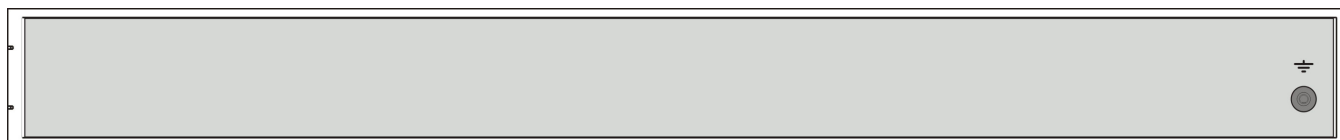

Рисунок 5 – Внешний вид задней панели TAU-36.IP.
3.2.3 После установки устройства необходимо заземлить его корпус. Это необходимо выполнить прежде, чем к устройству будет подключена питающая сеть. Заземление необходимо выполнять изолированным многожильным проводом. Правила устройства заземления и сечение заземляющего провода должны соответствовать требованиями ПУЭ. Клемма заземления находится в правом нижнем углу задней панели, рисунок 5.